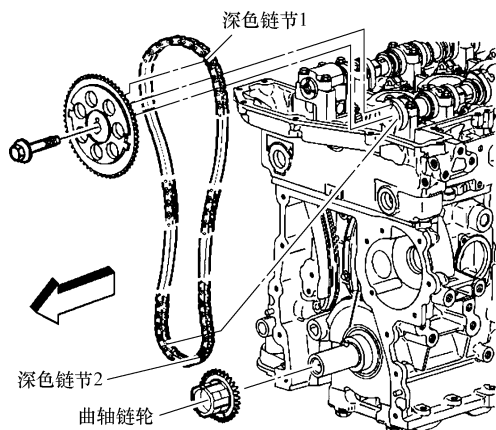

图 17-6 安装正时链条和链轮
1) 确保气缸 1 活塞位于上止点位置，曲轴上的销子应笔直朝上。按照图 17-6 所示，把曲轴链轮安装到曲轴上。
2) 按照图 17-6 所示，把进气凸轮轴链轮安装到正时链条上。将正时链条上的深色链节 1 与进气凸轮轴上的正时标记对齐。
5) 按照图 17-6 所示，将正时链条上的深色链节 2 与曲轴链轮上的正时标记对齐。